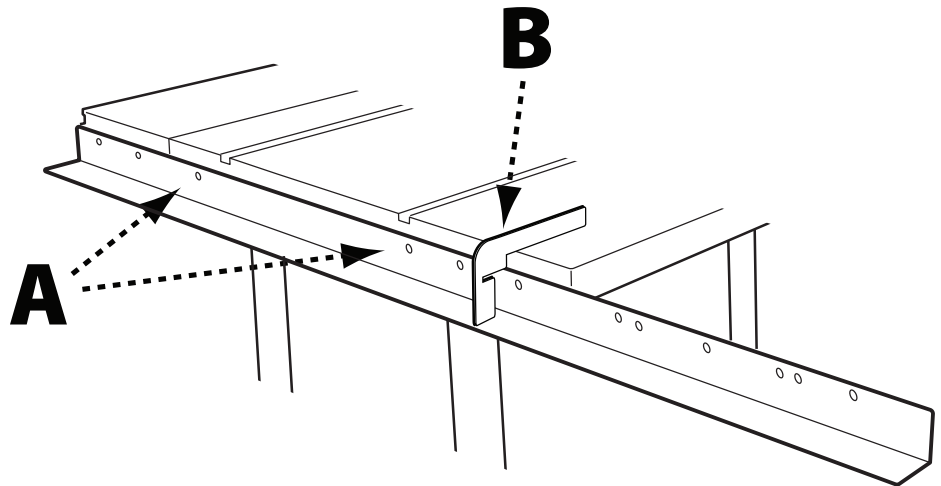

FIGURE 3
1. Avec le rebord gauche du rail de guide avant près du rebord de la rallonge d'établi gauche (voir Fig. 3), aligner les deux trous de l'établi, compter approximativement 8 pouces (20,5cm) sur l'un des côtés de la lame, avec les trous (A) dans le rail de guide avant.
3. S'assurer que le rail de guide avant est parallèle à l'établi de fonte en utilisant la jauge d'alignement de rail (B) pour vérifier la distance à partir du rail de guide avant jusqu'à l'établi sur les deux côtés de l'établi pour scie.